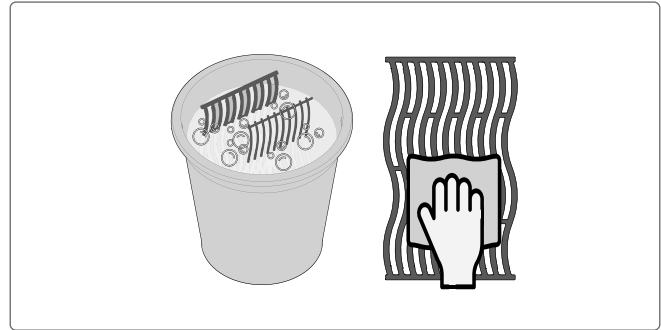

Abb. 7
2. Gründlich mit heißem Wasser abspülen und vollständig mit einem weichen Tuch trocknen, um zu verhindern, dass Feuchtigkeit in das Gusseisen **eindringt (Abb. 7)**.